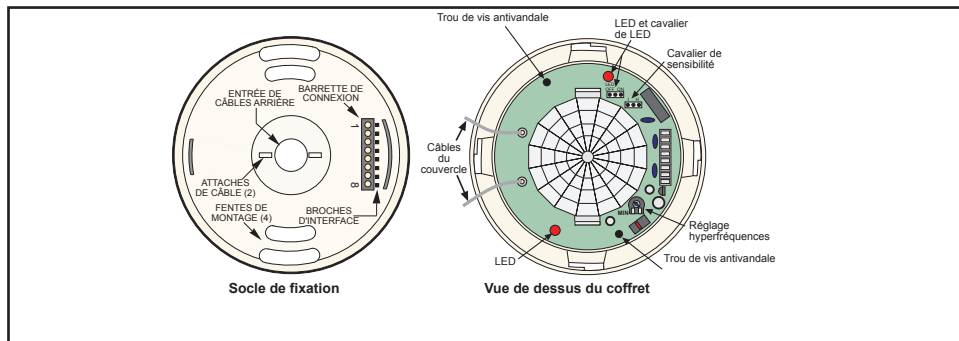

Figure 2.2 : Montage
- Acheminer le câblage selon les besoins à l'arrière de la base et à travers le trou central. Voir *Figure 2.2*.